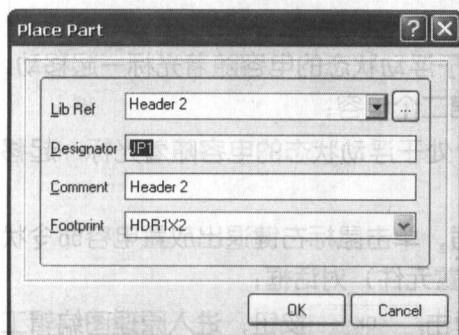

图 1-8 设置参数
- (12) 在该对话框中输入如图 1-8 所示的内容，单击 **OK** 按钮，进入原理图编辑工作